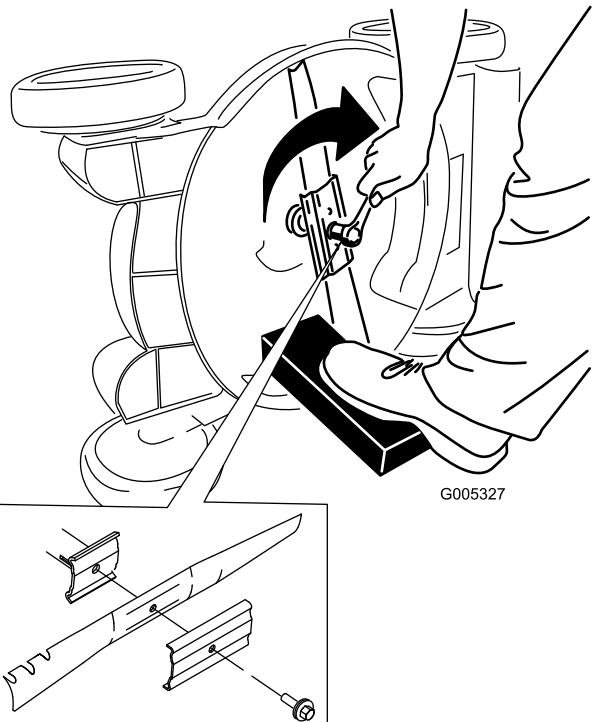

Figura 40
5. Instale la cuchilla nueva y todos los herrajes de montaje (Figura 40).